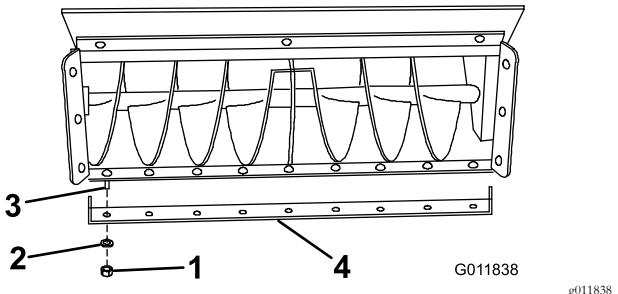

Figure 16
- Retirez les écrous, les rondelles, les boulons de carrosserie et la lame racleuse (Figure 16).
- Remplacez la lame racleuse et fixez la nouvelle lame avec les fixations retirées précédemment (Figure 16).